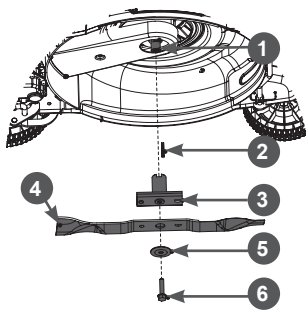

Рис. 25. Обслуживание ножа
- С помощью соответствующего инструмента открутите болт 6 крепления ножа и снимите нож (Рис. 25).